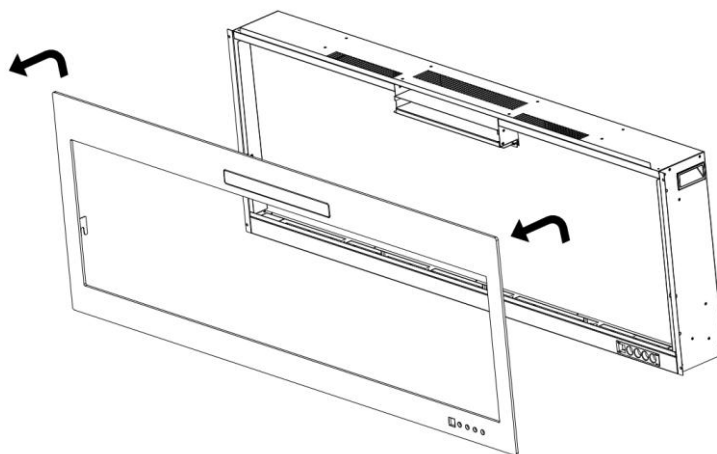

рис. 1-2
- В.** Осторожно поднимите стеклянную панель вверх и отодвиньте ее от прибора (**рис. 1-2**). Положите его лицевой стороной вниз на мягкую, неабразивную поверхность.